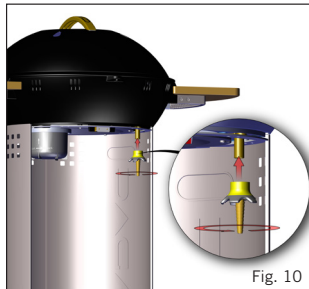

Fig. 10
- **NOTA!** Quando si installa il raccordo, assicurarsi di tenerlo dritto quando si stringe il dado del raccordo in modo da evitare possibili perdite di gas. Stringere con una chiave adatta. (Fig. 10)
- I 3B/P (30), I 3B/P (37) e I 3+ (28-30/37) Categoria apparecchio: Installare il raccordo valvola sulla valvola avvitandolo in senso antiorario. Premere un tubo omologato sul raccordo valvola fino a quando non è opportunamente inserito. All'altra estremità, collegare un regolatore adatto a bassa pressione (I3B / P (30): 30mbar Butano / Propano regolatore configurazioni; I3 + (28-30/37): regolatore 30mbar butano o regolatore propano 37 mbar); I3B / P (37) : butano 37 mbar / propano configurazioni regolatori). Ancora una volta, assicurarsi che il tubo sia ben inserito. Il tipo di tubo utilizzato deve essere conforme alla relativa norma EN e individuare requisito. In Sudafrica, il regolatore deve essere conforme alla norma SANS 1537.
- I 3B/P (50) Categoria apparecchio: Avvitare i corretti raccordi filettati ad ogni estremità di un tubo, sul lato sinistro nel filetto da ¼" BSP della valvola. Collegare un adeguato regolatore per bassa pressione da 50 mbar all'altra estremità del tubo. Il gruppo del tubo flessibile utilizzato deve essere conforme alla norma DIN 4815 parte 2 o equivalente.